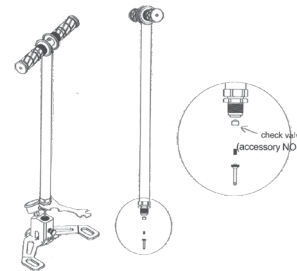

Imagen 7.3 • Limpie o sustituya la válvula cuando la bomba suba automáticamente.
**Solución** (consulte la imagen 7.3): Abra la válvula de retención de la placa de base con la llave de ajuste especial y límpiela o sustitúyala.